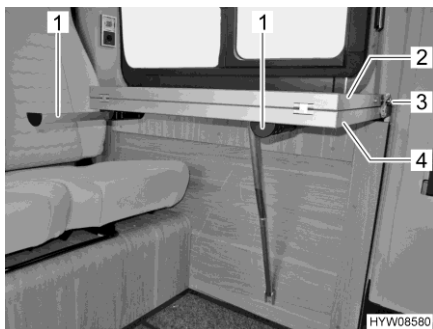

Fig. 47 Mesa
- Extraer los dos apoyos (Fig. 47,1).
- Extraer el botón de seguridad (Fig. 47,3) y quitar el cinturón de retención de la prolongación del tablero de mesa (Fig. 47,2).
- Desplegar la prolongación del tablero de mesa (Fig. 47,2).
- Plegar la prolongación del tablero de mesa (Fig. 47,2).
- Empujar el botón de seguridad (Fig. 47,3) del cinturón de retención sobre el soporte en la prolongación del tablero de mesa.
- Introducir los dos apoyos (Fig. 47,1).
- Levantar ligeramente por delante el tablero de la mesa (Fig. 47,4).